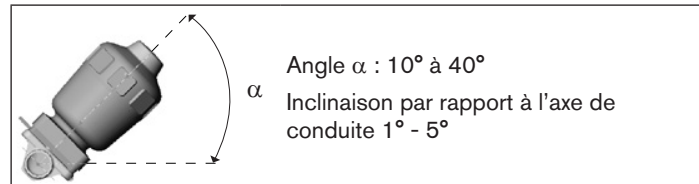

Fig. 2 : Montage pour permettre au corps de se vider automatiquement
- Monter le corps avec un angle d'inclinaison  $\alpha = 10^\circ$  à  $40^\circ$  par rapport à l'horizontale (voir « Fig. 2 »).